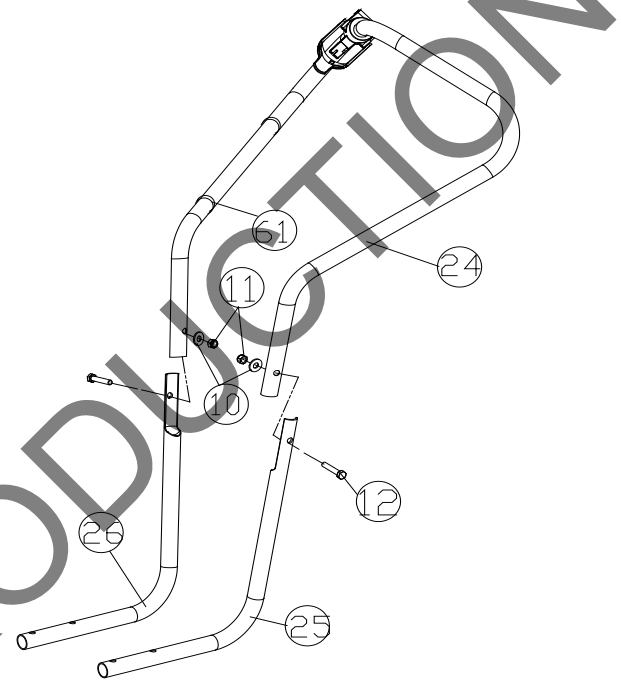

Fig. 1
1. Het materiaal voor het bevestigen van de bovenste handgreep aan de onderste is te vinden in de onderdelenzak. Installeer de bovenste handgreep (item # 24) aan de voorgemonteerde onderste handgrepen (items # 25 en # 26) door de bovenste handgreep over en omlaag langs de binnenzijde van de onderste handgreep te schuiven. Installeer de bovenste handgreep aan de onderste met bout (item # 12), ringen (item 10) en borgmoer (item # 11). Voltooi het installeren aan de andere zijde van de bovenste handgreepmontage met behulp van de meegeleverde schroef en borgmoer. De Aim-and-Shoot™ is niet bevestigd, u moet de kabel afrollen en de kogel aan de handgreep bevestigen en het kabeluiteinde in het gat van de zadelklem plaatsen, waarbij de kabel door de sleuf gaat. Gebruik om te voorkomen dat de kabel wordt beschadigd, drie kabelbinders (item #61) om deze zoals aangegeven vast te maken aan de handgreep. Let er daarbij op dat de kabel niet tegen de band schuurt. (Zie fig. 1)